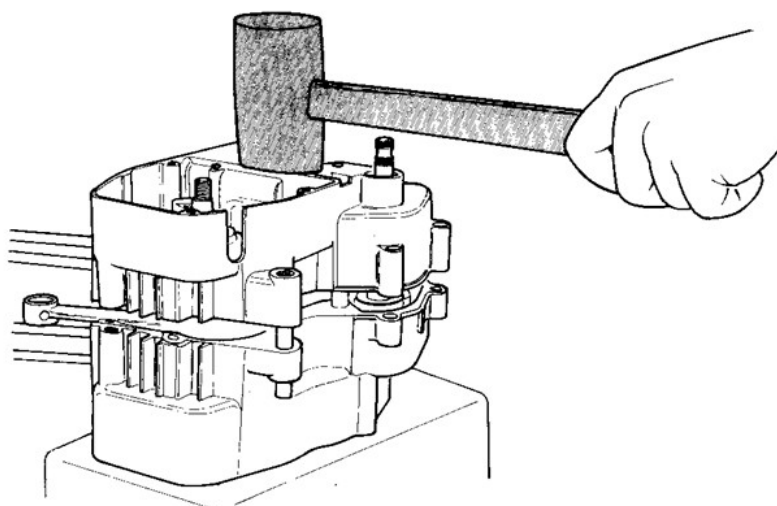

FIG. 43 Chiusura motore
- 7) **MONTARE** una nuova guarnizione centrale, oliare tutti gli alberi, sovrapporre il semicarterm lato volano e battere non violentemente con un martello di legno-cuoio o plastica in modo uniforme sino alla completa unione (fig. 43).